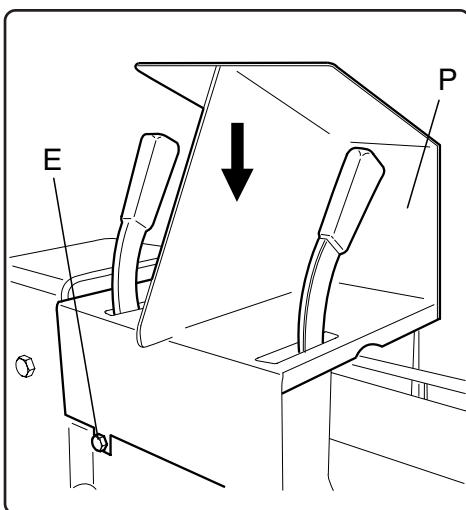

Fig. 5
- sätt dit skyddet P i den riktning som indikeras av pilen på reglagen C och B som redan har monterats, fixera skyddet till stommen genom att använda de 4 självgående skruvarna som tidigare skruvats bort såsom i Fig. 5.